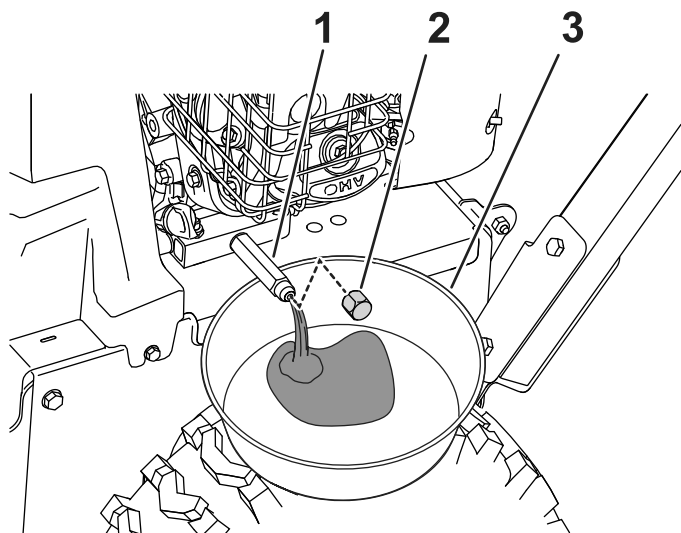

Bild 29
- 1. Stellen Sie eine Auffangwanne unter das Ablassanschlussstück und nehmen den Ölablassdeckel ab (Bild 29).